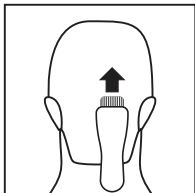

Figura 4
•Mudar para o pente que produz cortes mais longos e cortar os cabelos da parte de trás da cabeça (Figura 4).